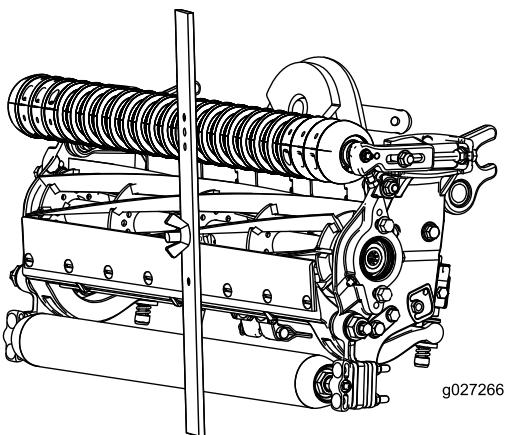

Figura 17
- Agganciate la testa della vite sul tagliente della controlama e appoggiate l'estremità posteriore della barra sul rullo posteriore (Figura 17).
- Ruotate la vite di regolazione finché il rullo anteriore non toccherà la barra di riferimento (Figura 17).